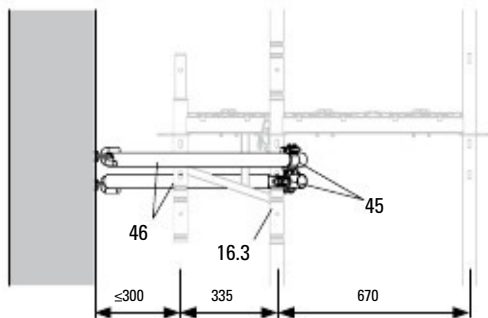

Fig. E1.07
Закрепете две стенни свързки UWT (46) отдолу на прибл. 45° спрямо напр.ос. Закрепете ги със свързки за стойки (48) към вътрешната тръба (16.3) на Easy Frame EVF. (Fig. E1.07 + E1.08)